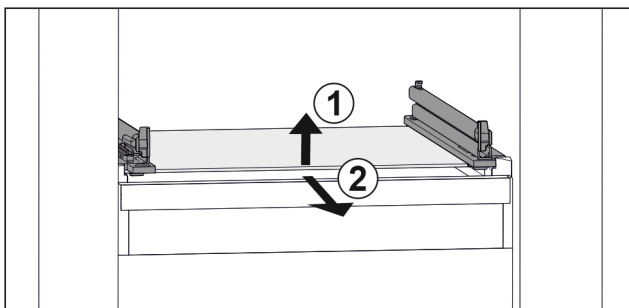

Fig. 54 Exemple de représentation de la tablette en verre
- ▶ Soulever la tablette en verre par l'avant. Fig. 54 (1)
- ▶ Retirer la tablette en verre par l'avant. Fig. 54 (2)